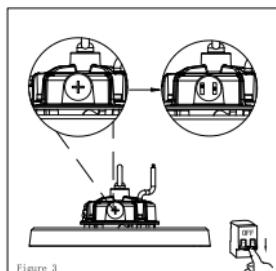

Figure 3
3. Spegnere la corrente prima di selezionare potenza e temperatura colore. Aprire il coperchio, selezionare la temperatura colore e potenza desiderata, chiudere bene il coperchio per prevenire infiltrazioni d'acqua. (fig.3)